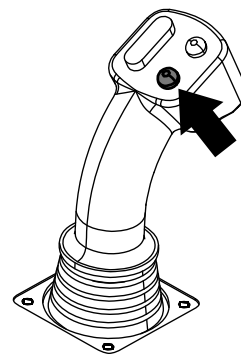
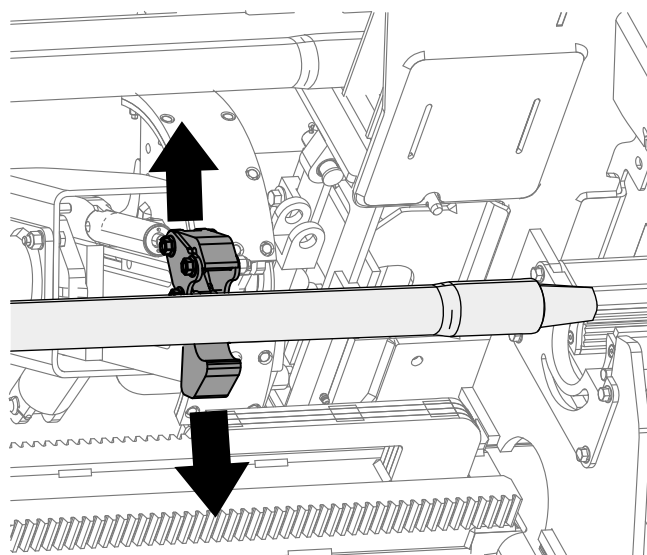

Figure 35
Figure 36
10. Maintenez le bouton inférieur enfoncé sur le levier de commande pour relâcher la tige (Figure 35 et Figure 36), puis relâchez le bouton.